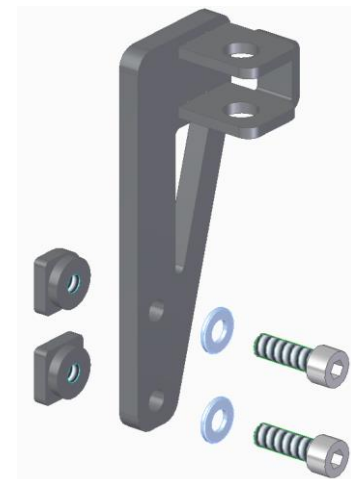

Abbildung 2
Die sechseckige Sondermutter (12) ist für VW Crafter bis Modelljahr 2022, die andere (13) ab Modelljahr 2022 (Abb. 2). Das Anzugsdrehmoment für die Schrauben der oberen Halterungen ist 20Nm, die Schrauben der unteren Halterungen ziehen Sie erstmal handfest an.